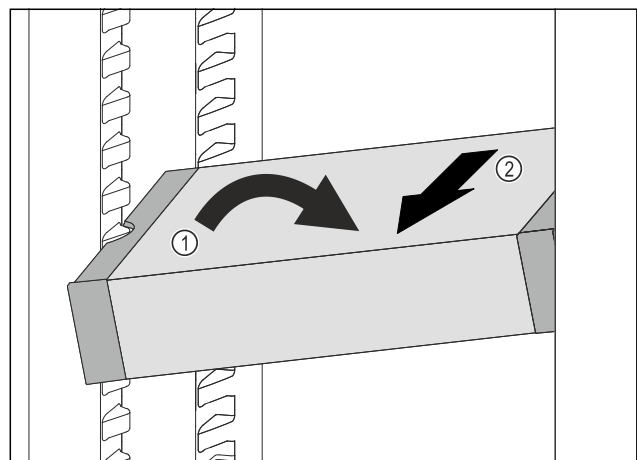

Fig. 167
- ▶ VarioSafe im Kühlteil schräg stellen. Fig. 167 (1)
- ▶ VarioSafe nach vorne entnehmen. Fig. 167 (2)